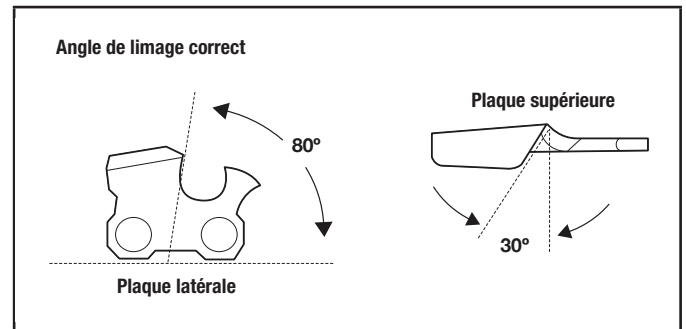

Figure 34
- 2d. Appliquez quelques coups fermes sur chaque dent. Lorsqu'elle est limée correctement, la plaque supérieure sera à un angle de 30° et la plaque latérale à un angle de 80° (Fig. 34). L'utilisation de la bonne lime et du bon porte-lime produira automatiquement les bons angles.